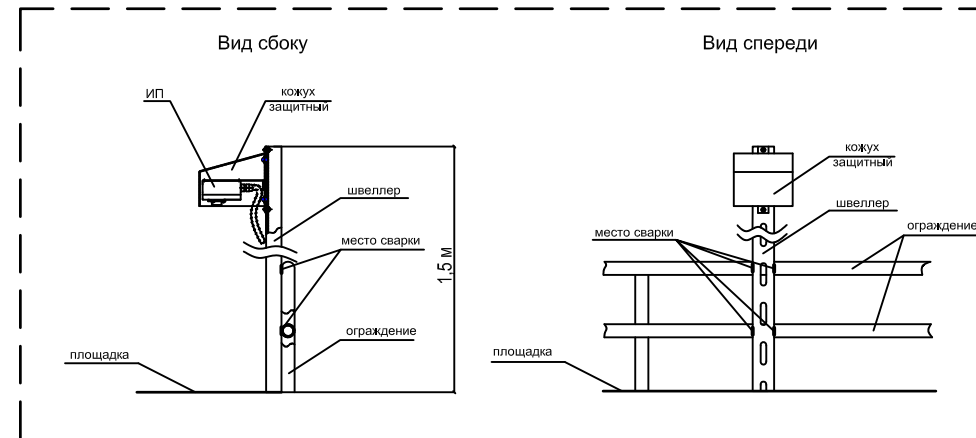

Рис. 1 Схема установки ИП в защитном кожухе на швеллере
2. Датчики на открытых площадках защитить кожухами (рис. 1).